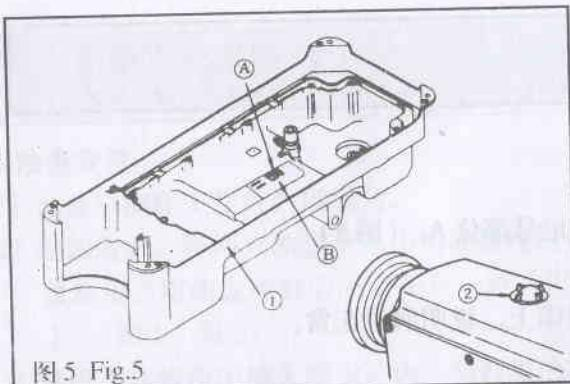
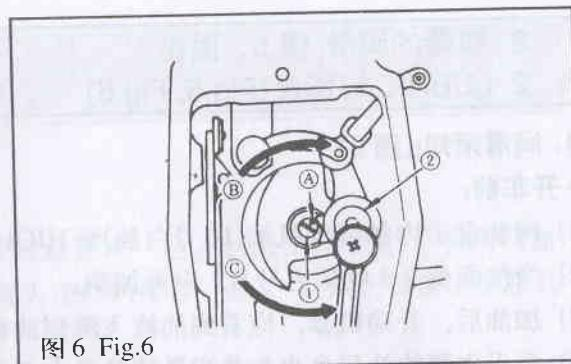

图 5 Fig.5
图 6 Fig.6
## 2. 机器的润滑(图 5、图 6)
## 2. LUBRICATION (Fig.5, Fig.6)
### 1. 润滑须知:(图 5)
- 1) 向油盘①内加缝纫机油(10号白油)至 HIGH 记号部位 A。(图 5)
- 3) 加油后, 开动机器, 应看到油液飞溅到油窗②上, 说明润滑正常。
### 2. 调节面部油量:(图 6)
### 1. Information on lubrication (Fig.5)
### 2. Adjusting the amount of oil supplied to the face plate parts (Fig.6)